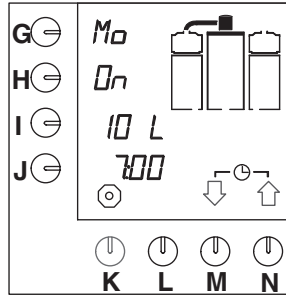

Abb. 13 Wartestellung der Schaltuhr
- Es erscheint ein Eingabezeichen ⌵ im Display. Die Uhr im Display beginnt zu blinken, und das System brüht zur eingestellten Zeit Kaffee auf. Im Display erscheint die Wartestellung (Abb.13).
- Die Uhr im Display beginnt zu blinken, und das System brüht zur eingestellten Zeit Kaffee auf. Im Display erscheint die Wartestellung (Abb.13).